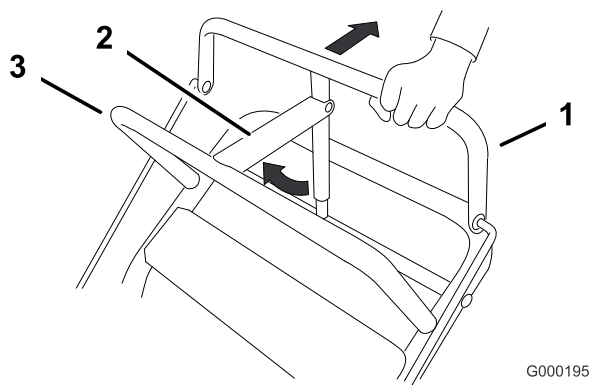

Figure 6
- Soulevez le dispositif de verrouillage du frein de stationnement (Figure 6) et relâchez progressivement la barre de commande supérieure. Le dispositif de verrouillage du frein doit rester bloqué (verrouillé) en position.